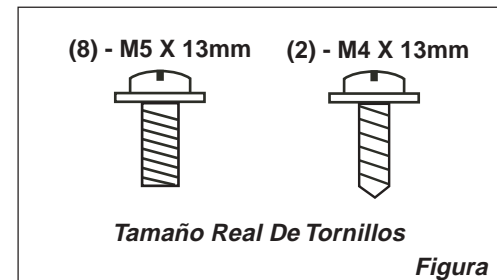
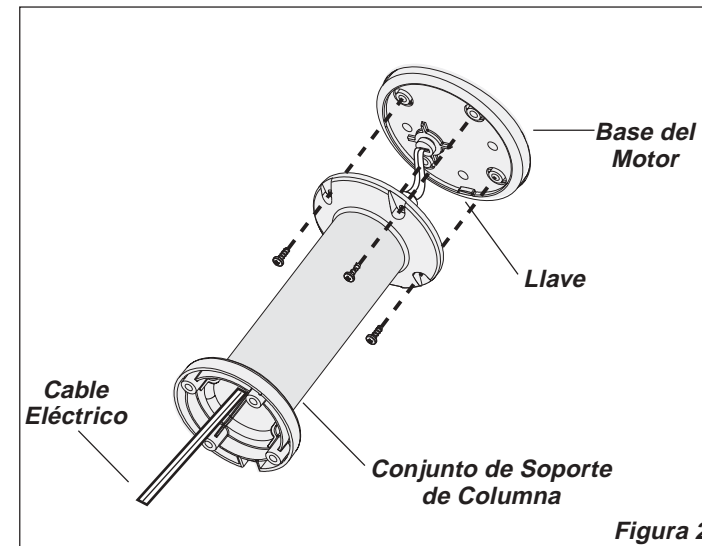

Figura 1
Figura 2
El Calefactor puede ser operado con los controles manuales ubicados en el Calefactor (como se muestra en la Figura 1) o mediante su control remoto (como se muestra en la Figura 2).
CONTROL REMOTO (Figura 2)
2. Una el **Conjunto de Soporte de Columna** a la **Base del Motor** con (4) tornillos M5 X 13mm. Cerciórese de que la **Llave** que está en la **Base del Motor** quede alineada con la **Muesca de Ubicación** en el **Conjunto de Soporte de Columna**. (Figura 2)